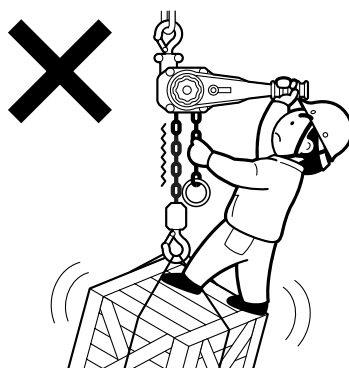

図5
- (7) つった荷には人は乗らないでください。また、人の乗る用途に絶対を使用しないでください。図5
- (8) つり荷の反転作業は、専門知識のある人以外絶対に行わないでください。
- (9) 地球づりしないでください。
- (10) 操作中は荷から気をそらさないでください。
- (11) 巻上げ過ぎ、巻下げ過ぎはしないでください。
- (12) つり上げた荷を長時間放置しないでください。
- (13) つり上げた荷を短時間保持するときは、必ず切換えつめをUP（巻上げ）の位置にしておいてください。